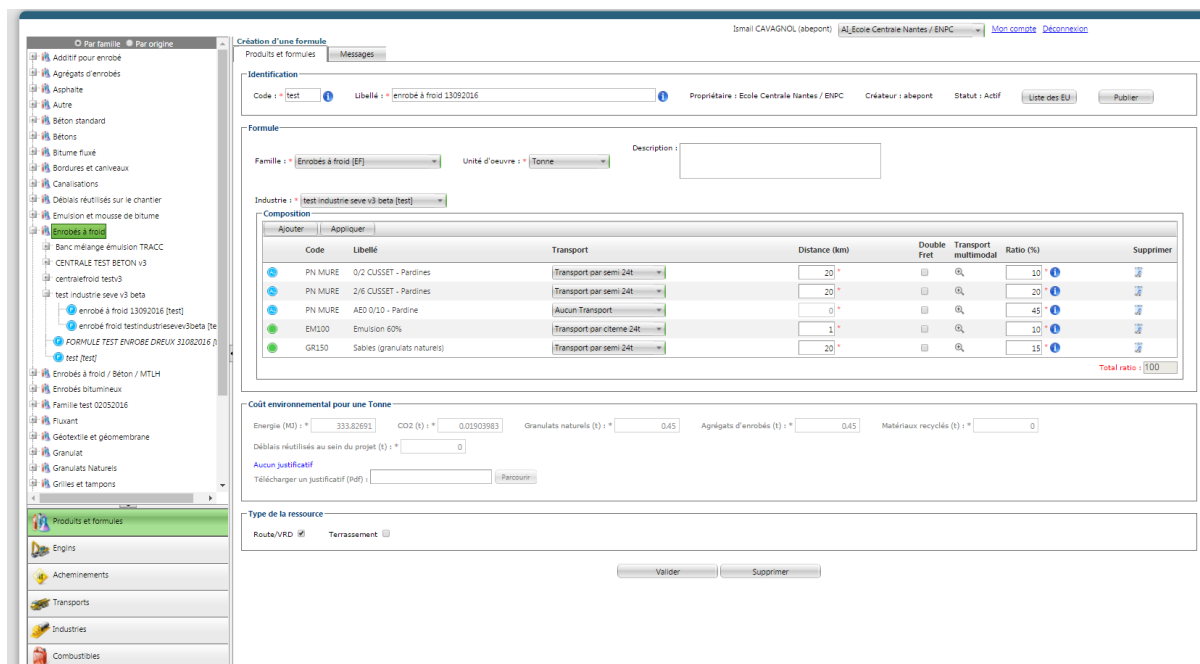

Figure 31 - Renseignement des informations pour chaque produit
- 8- Choisir pour chacun des constituants, le type de transport et la distance ou un transport multimodal (utilisation d'un acheminement). Utiliser l'option Double-Fret si les camions rechargent un produit sortant du chantier à l'endroit où ils chargent. Cliquer sur « Appliquer » puis « Enregistrer et activer» en bas de page (Figure 31).